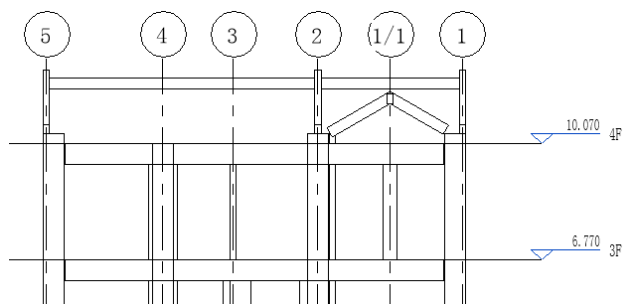

图 6-76 绘制水平梁
(17) 单击“结构”选项卡“结构”面板“梁”按钮，在“属性”选项板中选择“180×300mm”类型，在轴线 1 上适当位置绘制直到轴线 5 的水平梁，如图 6-76 所示。